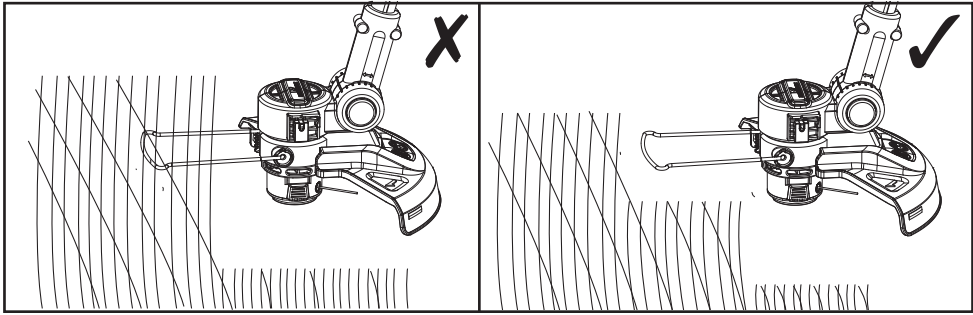

Fig. 9
- Nu permite capacului bobinei (16) să lovească solul.
- Asigură-te că produsul rămâne curat și fără resturi care pot produce blocaje. Verifică periodic. Eliberează comutatorul de pornire / oprire (2) și scoate acumulatorul (19) înainte de verificare.
- Taie iarba mai lungă din mai multe mișcări; nu tăia iarba lungă dintr-o singură mișcare. Pentru cele mai bune rezultate, taie iarba mai lungă în etape (fig. 9).